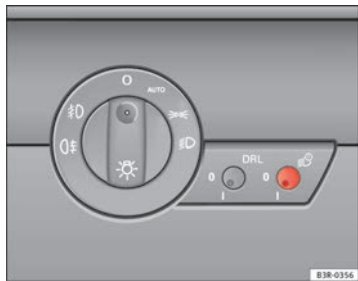

Abb. 87 Ausschnitt aus der Instrumententafel: Coming-/Leaving-Home-Schalter
- Kurz auf den Knopf ⇒ Abb. 87 drücken, um ihn aus seiner Position auszurasten.